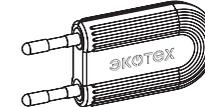

Рис. 2. СРЕДСТВО КОНТРОЛЯ
- 1.7. В комплект поставки может входить внешнее средство контроля работоспособности и зоны функционирования² УСТРОЙСТВА – УЗДП-ск-001 (далее – СРЕДСТВО КОНТРОЛЯ), выполненное в виде вилки, вставляемой в стандартные розетки (Рис. 2), находящиеся в составе защищаемой электрической цепи. Информация о комплектации УСТРОЙСТВА СРЕДСТВОМ КОНТРОЛЯ отражается в Свидетельстве о приемке и комплектации (п. 5.).